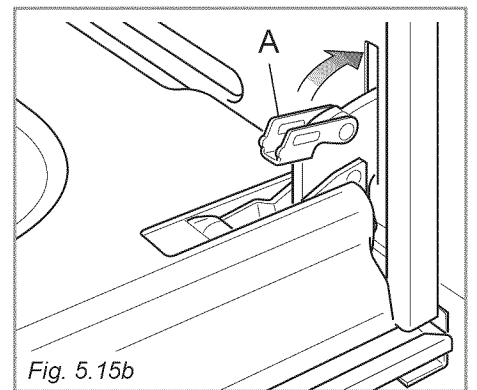

Fig. 5.15b
- Fermer le levier "A" sur les charnières gauche et droite (fig. 5.15b).